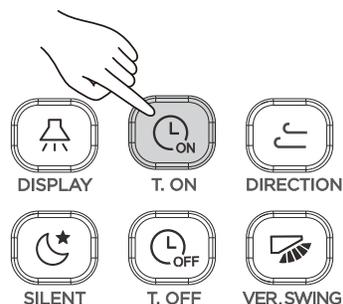

Figura 25
1. Pressione (consulte a Figura 25) e o controle remoto exibirá “Timer On” e “0.0h Later On” aparecerá na área do temporizador. Configure os ajustes de Temporizador ligado agora;